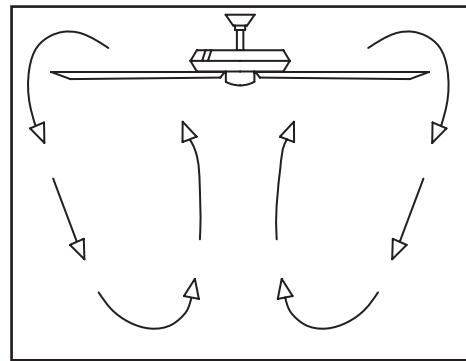

Figura 20
**Clima frío** - (Reversa) Un flujo de aire hacia arriba desplaza el aire caliente lejos del techo, como se muestra en la Figura 20. Esto permite fijar tu unidad de calefacción en configuración más baja sin afectar tu comodidad.